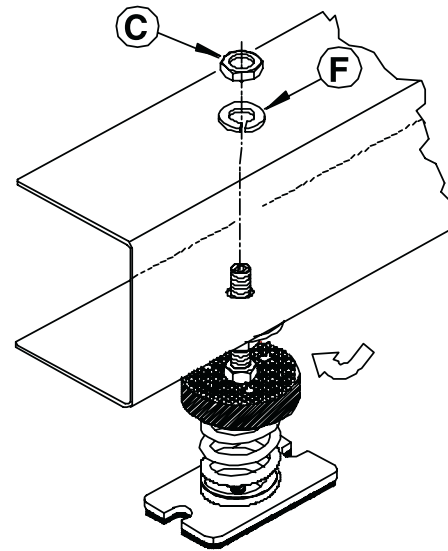

Fig. 3
- figure 3) Contrôler que le soubassement de l'unité se trouve contre la rondelle plate (position E) du martinet. Afin de compenser tout dénivellement, régler l'écrou haut (position D) (Figure 3) à l'aide de la clé 13. Bloquer la position obtenue à l'aide de la rondelle grower (position F) et le respectif écrou bas (position C). A la fin de l'opération, contrôler que l'unité est élastique sur les axes et prédisposé à la possible introduction de joints de compensation contre les vibrations au niveau des connexions hydriques.